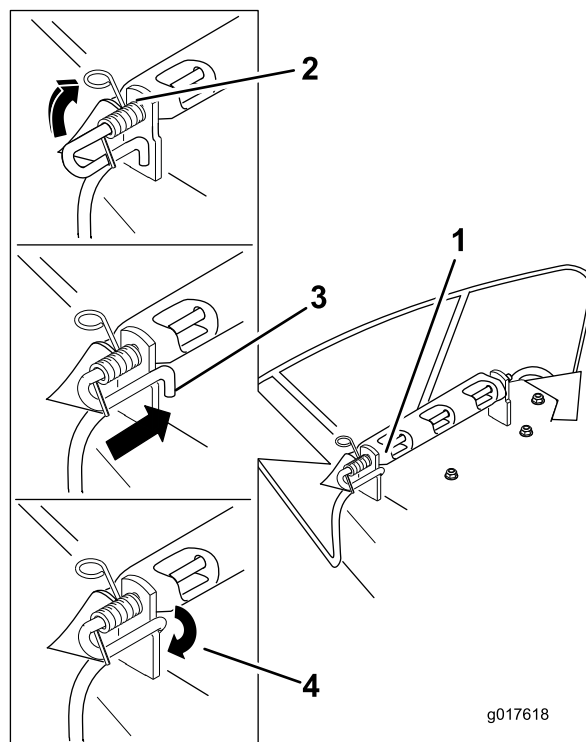

Figura 63
- Levante el extremo del muelle que tiene bucle y colóquelo en la muesca del soporte del deflector (Figura 63).
- Fije el conjunto de varilla y muelle torciéndolo de manera que el extremo corto de la varilla pueda colocarse detrás del soporte delantero que está soldado a la carcasa (Figura 63).